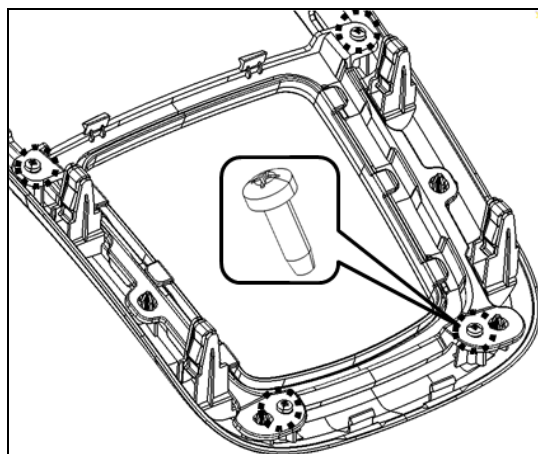

图 1.6.6 换挡操纵机构盖板组件的拆卸
- (3) 换挡面板与换挡盖板的拆卸：用十字螺丝刀将如图 1.6.6 所示的四个自攻螺钉（Q2734295AF31）拧出，取下换挡面板。
(4) 换档面板与换档盖板的安装：将换档面板按换档盖板上的定位柱放在换档盖板上，用如图1.6.6所示的四个自攻螺钉拧紧。